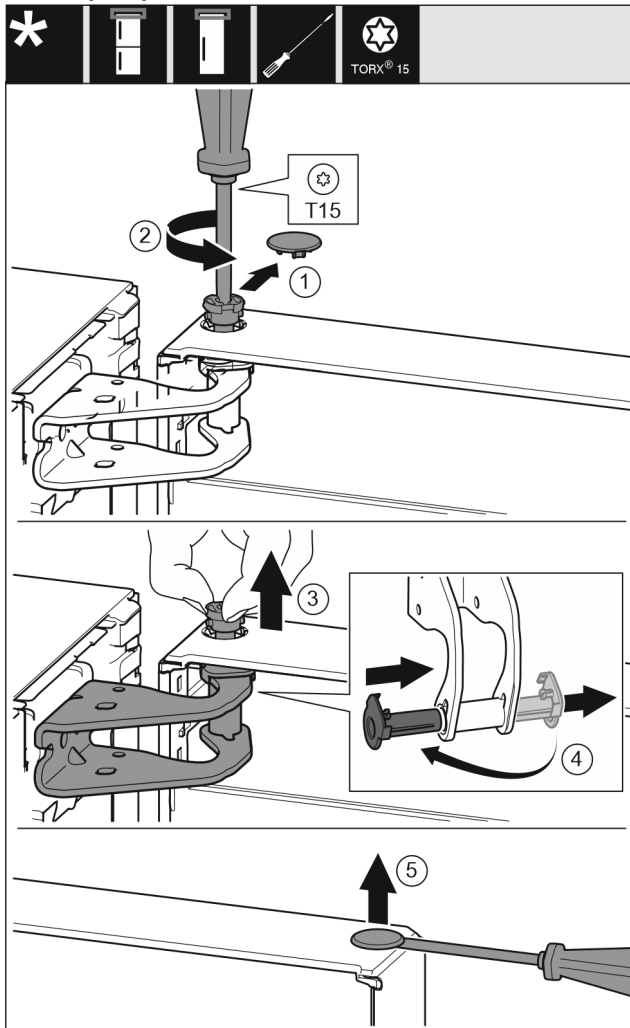

Fig. 10
- ▶ Обережно зніміть запобіжну кришку. Fig. 10 (1)
- ▶ Трохи викрутіть гвинт за допомогою викрутки T15. Fig. 10 (2)
- ▶ Притримуйте дверцята і витягніть палець руками. Fig. 10 (3)
- ▶ Витягніть із напрямної опорну втулку. Встановіть і зафіксуйте з іншого боку. Fig. 10 (4)
- ▶ За допомогою шліцевої викрутки обережно підійміть пробку із опорного втулка дверцят та витягніть її. Fig. 10 (5)